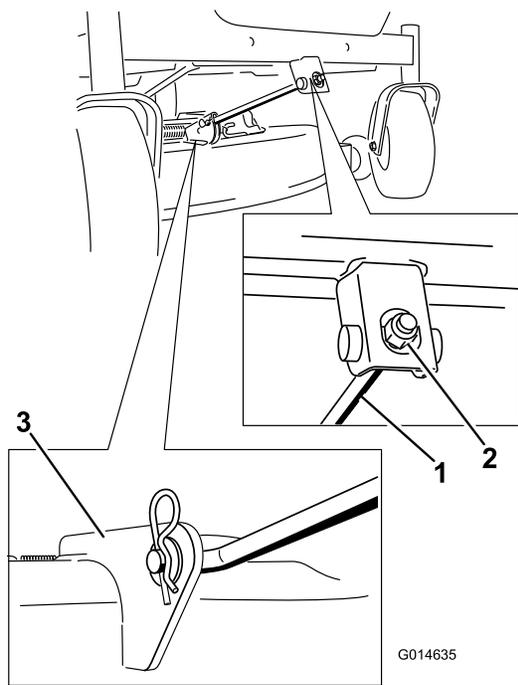

Figura 66
4. Retire la chaveta de la varilla de soporte delantera y retire la varilla del soporte de la carcasa (Figura 66).
6. Conecte la varilla de soporte delantera a la carcasa de corte con el pasador y la chaveta (Figura 66).